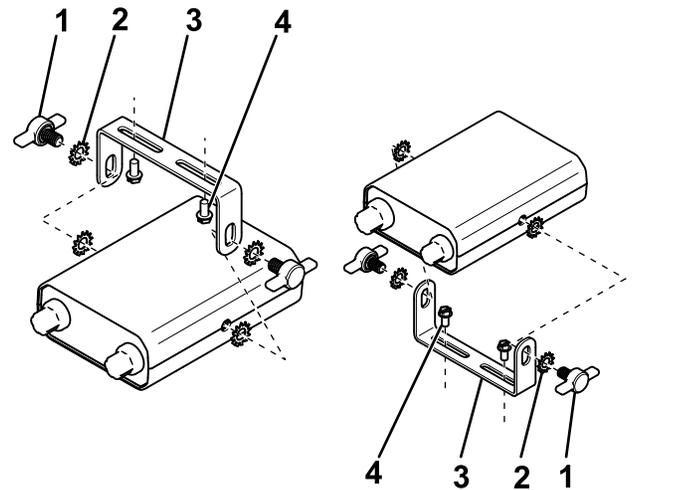

Figure 11
1. Fixez le support au véhicule à l'aide de 2 vis à tôle (Figure 11).
2. Fixez le contrôleur au support de montage au moyen de 4 rondelles en étoile et 2 vis à oreilles (Figure 11).